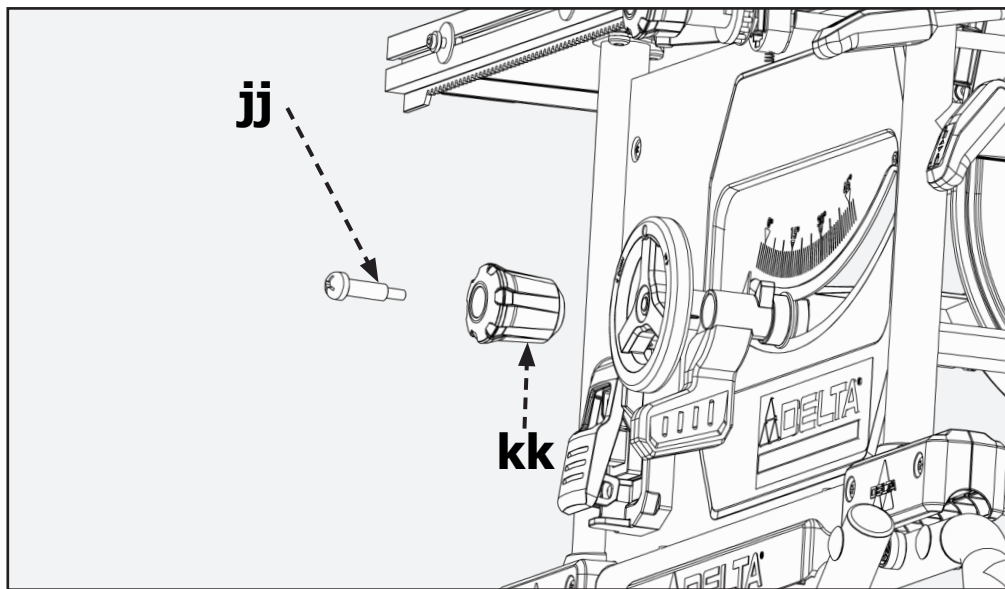

FIGURA 1
1. Inserte el tornillo del hombro de la manija de la rueda (jj) en la perilla de rueda de ajuste de altura (kk) como se muestra en la Figura 1.